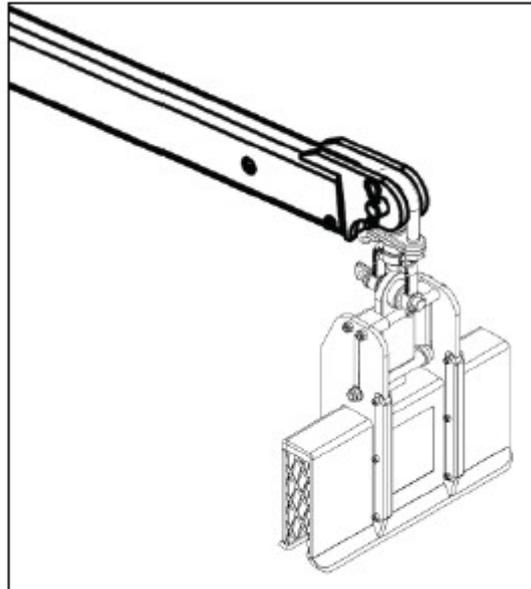

Abbildung 1.1
**Schritt 1:** Haken Sie den Plattengreifer Kaiman 30 / 50 Kompakt auto an einen Gabelstapler(ausleger) oder Kranhaken an (Abbildung 1.1).